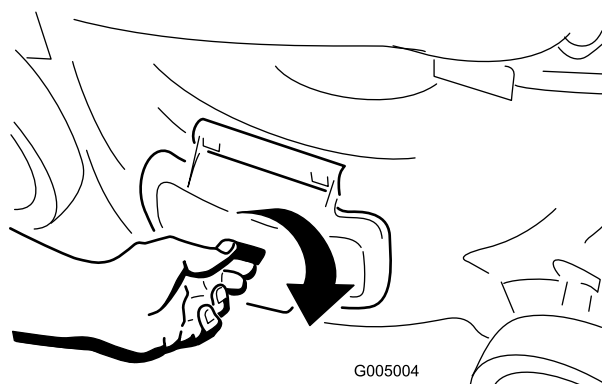

**Figura 21**
2. Instale el conducto de descarga lateral (Figura 21).